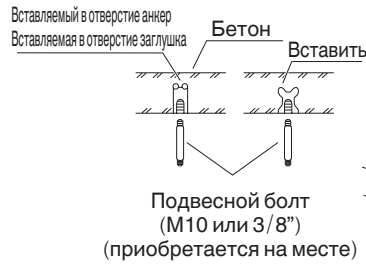

Рис. 3-8
- Вставьте подвесные болты, как показано на рисунке. (Рис. 3-8) или
- (2) Закрутите подвесные болты таким образом, чтобы они выступали из потолка, как показано на Рис. 3-8. (В случае необходимости сделайте вырез в материале потолка.)